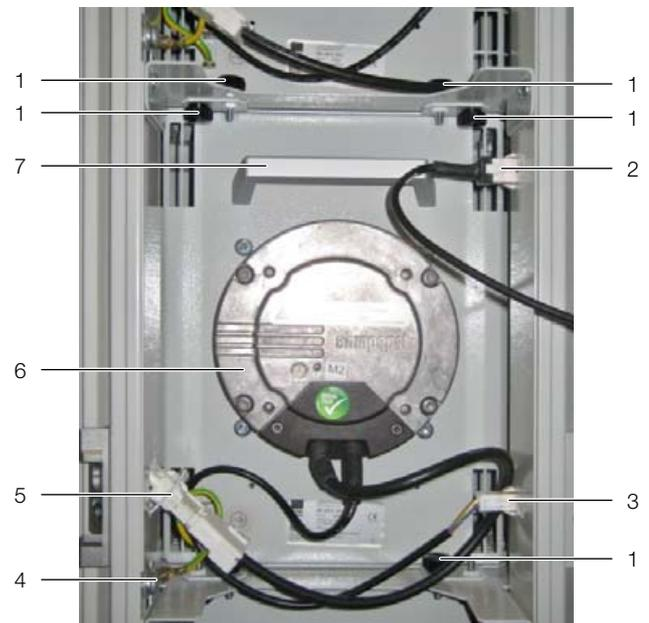

Abb. 30: Lüftermodul im Lüftereinschub – Ausführung LCP Inline und LCP Rack
- Wenn Sie den Lüfter 2 austauschen wollen und das optionale Display mit Touchfunktion installiert ist, lösen Sie zunächst den Stecker X33 des Anschlusskabels (Abb. 30, Pos. 2).
- Lösen Sie links und rechts die beiden Anschlussstecker DC und AC des Lüfters (Abb. 30, Pos. 3 und 5).
- Lösen Sie die Erdungsverbinding am Lüfter (Abb. 30, Pos. 4).
- Lösen Sie oben und unten jeweils links und rechts zwei Rändel- bzw. Sechskantschrauben (Abb. 30, Pos. 1) an den Befestigungsblechen des Lüfters.